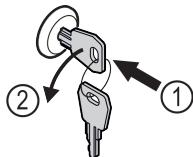

Fig. 124
- Вдавити ключ. Fig. 124 (1)
- Повернути ключ на 90° проти годинникової стрілки. Fig. 124 (2)